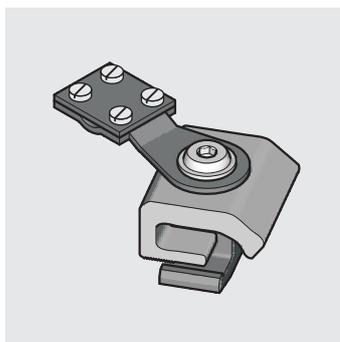

Figure 3-43 Tôle à griffe avec pince de compensation de potentiel
1. Desserrez les vis à fente sur la pince de compensation de potentiel (Figure 3-43).